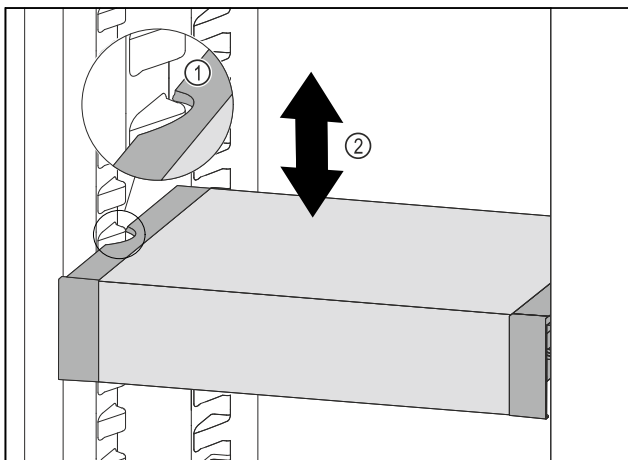

Fig. 137
- ▶ VarioSafe vucite prema naprijed sve dok se bočni otvori VarioSafe ladice ne nađu na visini žlijeba spremnika u hladnjaku. Fig. 137 (1)
- ▶ Pomičite ladicu VarioSafe u hladnjaku prema gore ili dolje sve dok ne dosegnete željenu visinu. Fig. 137 (2)